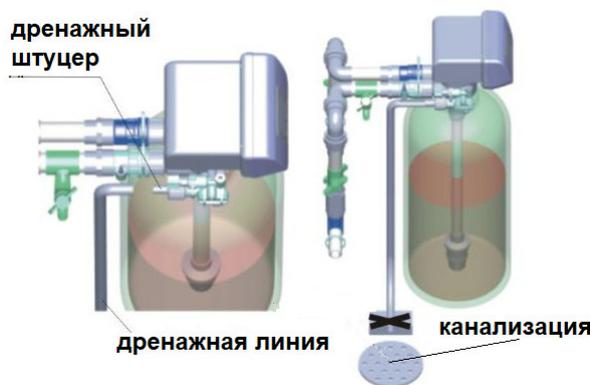

РИС. 5
9.13 Для соединения управляющего клапана с дренажной линией (канализацией), в зависимости от типа и производительности Системы и назначения используется (см. Рис. 5):